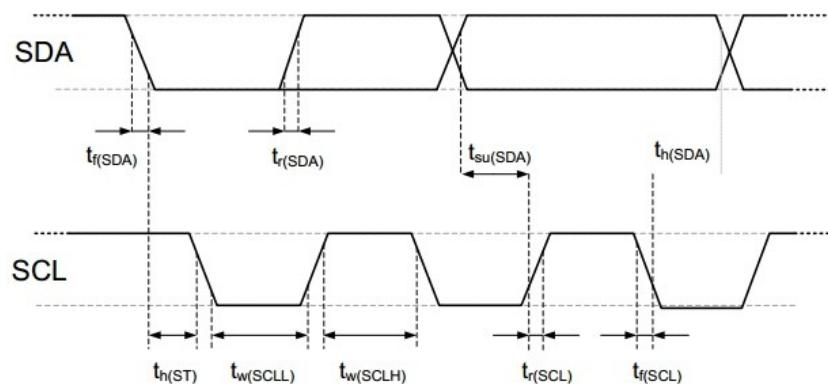

图 17、数字输入/输出端的时序图、缩略语在表 8 中进行了解释。较粗的 SDA 线由传感器控制、普通的 SDA 线由单片机控制。请注意 SDA 有效读取时间由前一个转换的下降沿触发。
SDA 引脚用于传感器的数据输入和输出。当向传感器发送命令时 , SDA 在串行时钟 SCL 的上升沿有效 ,且当 SCL 为高电平时 , SDA 必须保持稳定。在 SCL 下降沿之后 , SDA 值可被改变。为确保通信安全 , SDA 的有效时间在 SCL 上升沿之前和下降沿之后应该分别延长至 TSU and THO (参考图 17)。当从传感器读取数据时 , SDA 在 SCL 变低以后有效 (TV) ,且维持到下一个 SCL 的下降沿。
电气特性，如功耗、输入和输出的高、低电平电压等，依赖于电源供电电压。为了使传感器通讯顺畅，很重要的一点是，确保信号设计严格限制在表 7、8 和图 17 所给出的范围内。
表 8、I²C 快速模式数字输入/输出端的时序特性。具体含义在图 17 有所显示，除非另有注明。